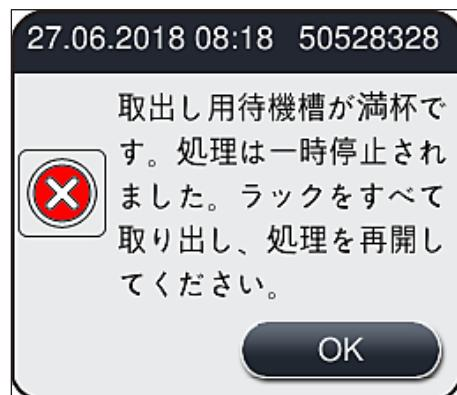

図 76
- ・遅くとも、取出し用待機槽が満杯になったことを知らせる警告メッセージ (→ 図 76) が表示されたときは、取出し用待機槽を開き、ラックをすべて取り出す必要があります。このメッセージを無視した場合、装置の故障や試料の損傷を招くことがあります。